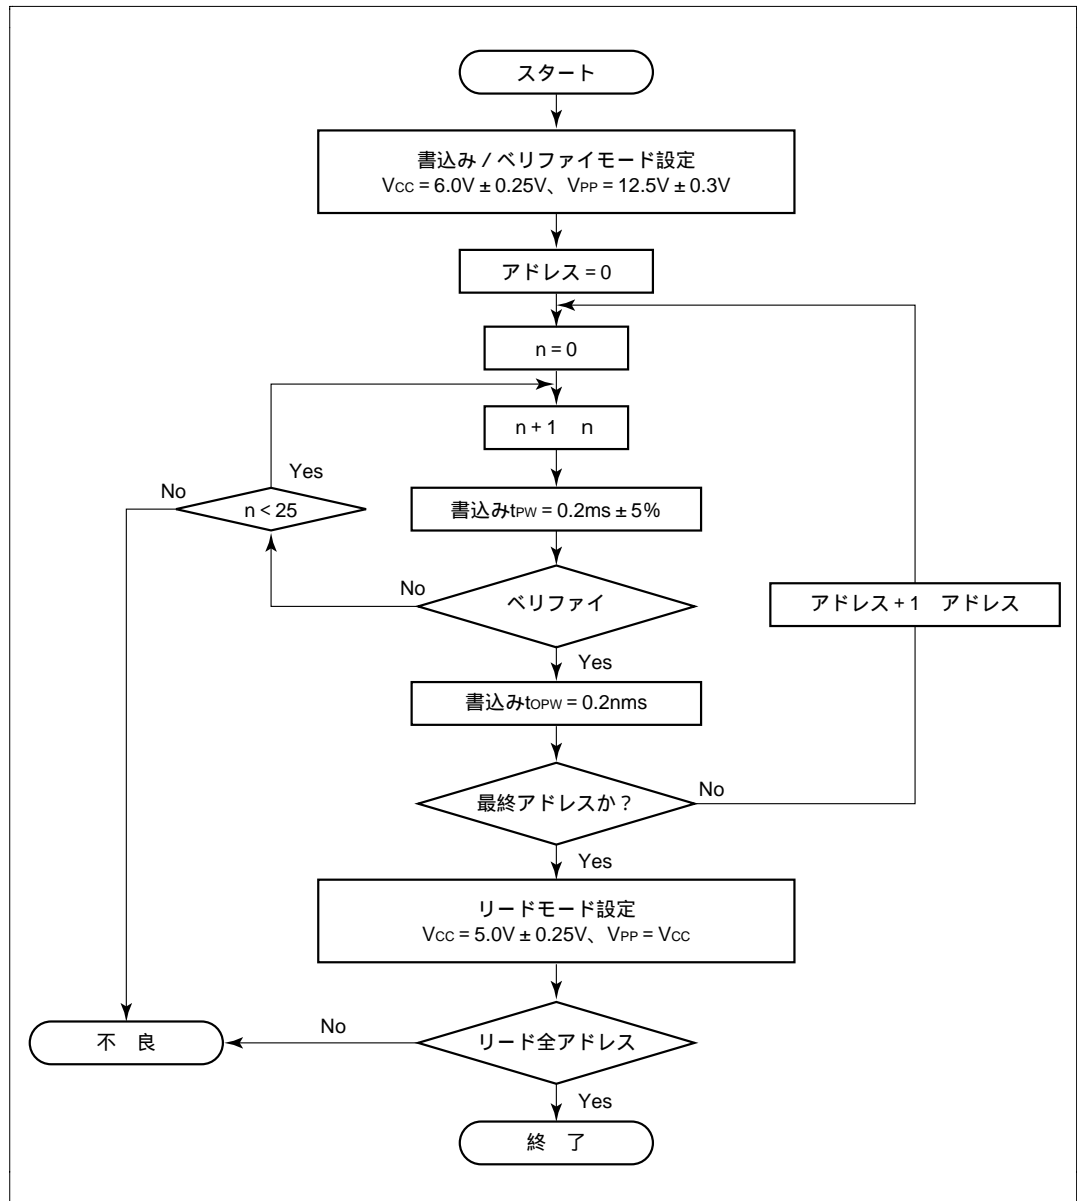

図 6.8 高速高信頼度プログラミングフローチャート
高速高信頼度プログラミングの基本的なフローを図 6.8 に示します。
*3 t_{OPW} は図 6.8 高性能プログラミングフローチャートに記載した値で定義されます。